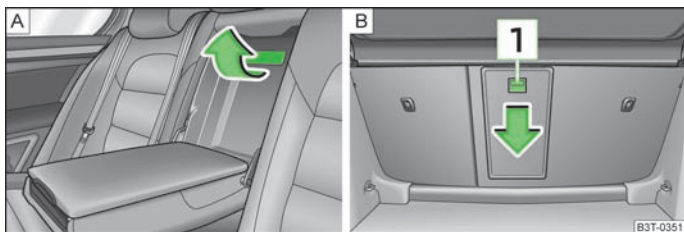

Fig. 100 Sièges arrière : poignée du couvercle/coffre à bagages : touche de déverrouillage
- Tirez la poignée vers le haut jusqu'en butée et rabattez le couvercle vers le bas » fig. 100 - [A].
- Poussez la touche de déverrouillage [1] » fig. 100 vers le bas et rabattez le couvercle (avec l'accoudoir) vers l'avant.